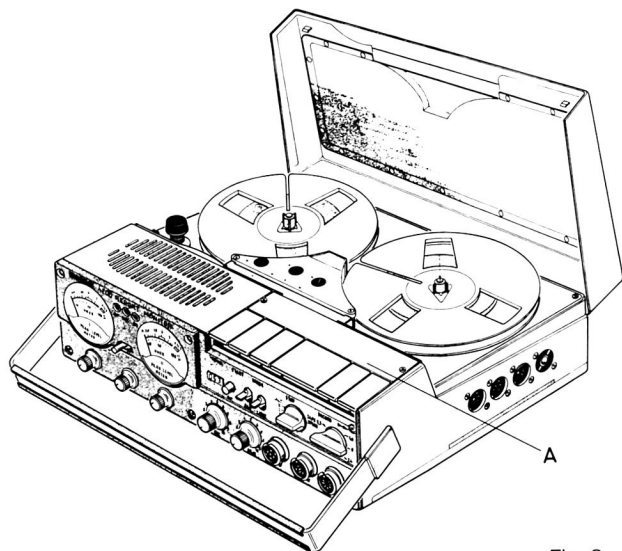

Fig. 8
Pour le nettoyage du magnétophone, retirer la plaquette de recouvrement (A) située directement en arrière des touches de commande (voir Fig. 8). Le galet presseur (B), les guide-bandes (C, D, E) et les têtes magnétiques (F, G, H) sont ainsi aisément accessibles. Le nettoyage s'opère au mieux avec